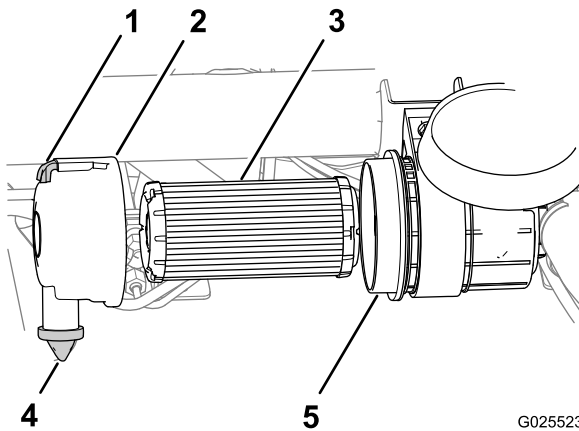

Figura 52
1. Puxe o trinco para fora e rode a cobertura do filtro de ar no sentido contrário ao dos ponteiros do relógio (Figura 52).
3. Retire o filtro de ar da estrutura (Figura 52).
4. Limpe o interior da cobertura e da estrutura do filtro de ar (Figura 52).
5. Limpe a válvula do pó de borracha da cobertura (Figura 52).
6. Limpe a porta de ejeção de sujidade que se encontra na cobertura do filtro de ar, a cavidade da válvula de pó e depois substitua a válvula de pó (Figura 52).
8. Insira um novo filtro de ar pressionando ligeiramente o anel exterior do filtro para o assentar na estrutura (Figura 52).
9. Alinhe a cobertura do filtro de ar com a válvula de pó na posição das 6 horas quando visto da extremidade esquerda da cobertura (Figura 52).
10. Prenda o fecho da cobertura do filtro de ar (Figura 52).